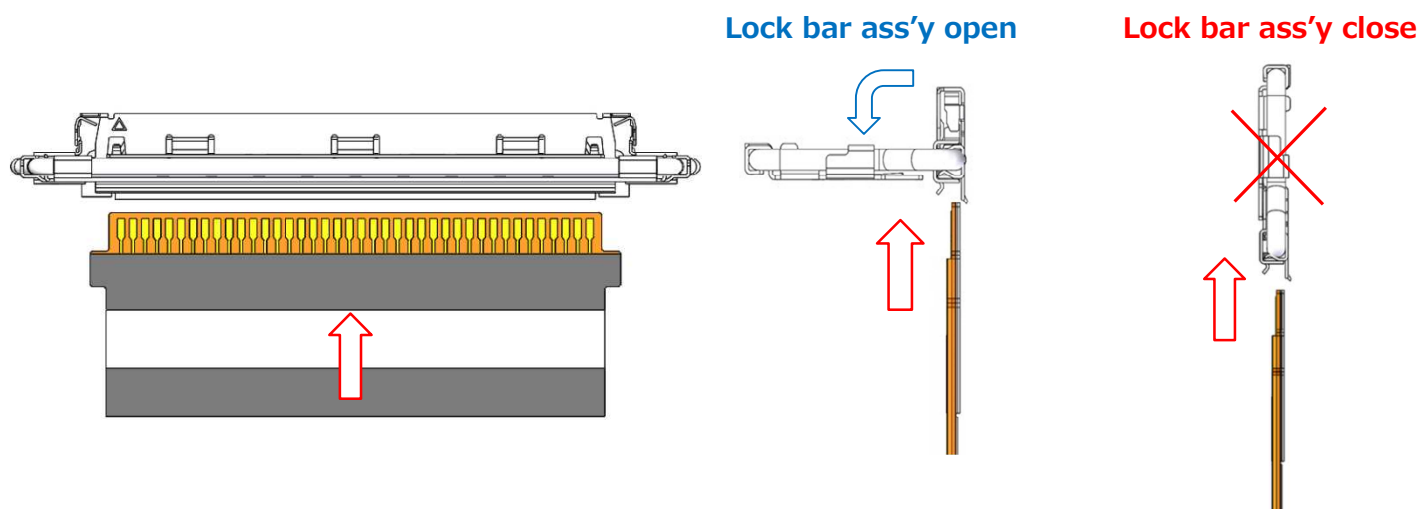

Fig.3 FPC conducting side facing upward
- ① 図 3 の様に、FPC のパターンを上に向けて SHELL に対し水平にセットする。